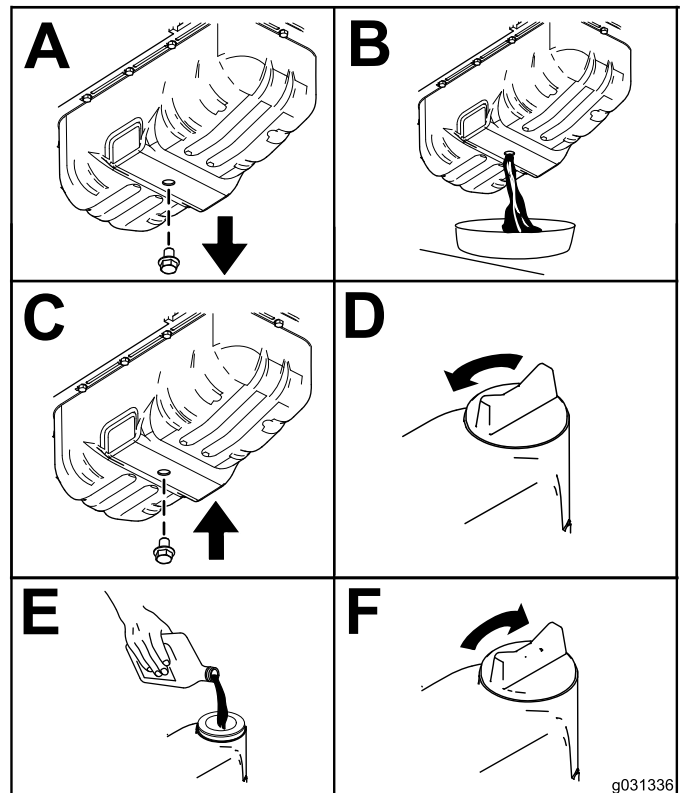

Bild 100
3. Wechseln Sie das Motoröl wie in Bild 100 gezeigt.